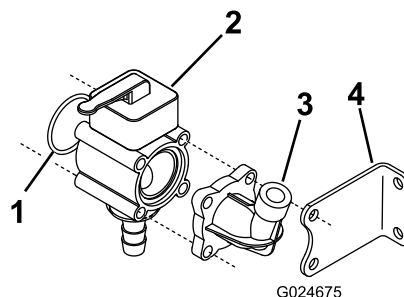

図 4
3. ねじ山付きロッド（4本）と捨てないでおいたヒラワッシャおよびナットを使って、Oリング、手動バルブ・アセンブリ、先ほど外した水圧計ポート、およびスタビライジング・ブラケットを取り付ける図 4。